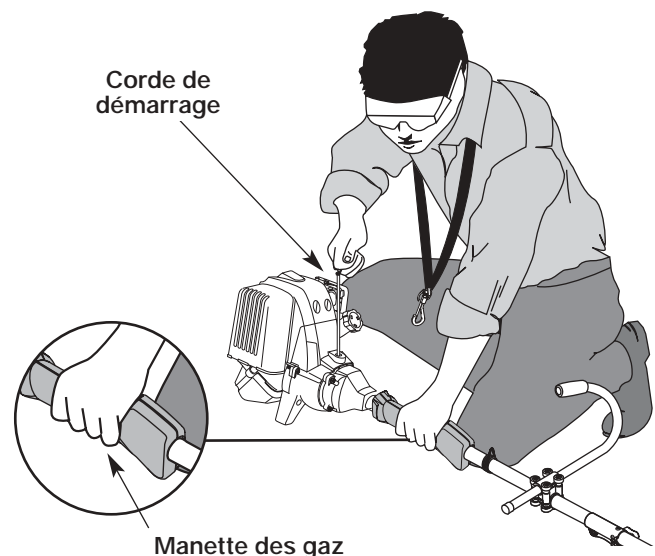

Fig. 22
AVERTISSEMENT: évitez tout démarrage accidentel. Tenez-vous en position de démarrage lorsque vous tirez sur la corde de démarrage (Fig. 22). L'opérateur et l'appareil doivent tous deux être en position stable pour éviter des blessures graves.
6. Levez-vous en position de démarrage (Fig. 22) et appuyez sur la manette des gaz. Tirez sèchement sur le cordon de démarrage jusqu'à 5 fois.